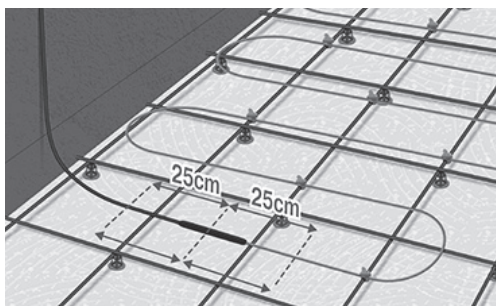

Fig. 3. Lagg kabeln rakt på vardera sidan om skarven
4. Kabeln ska ligga rakt minst 25 cm på varje sida av en skarv. Täckmaterialet måste till fullo kapsla in skarvarna med minst 20 mm på vardera sidan av skarven (Fig. 3).